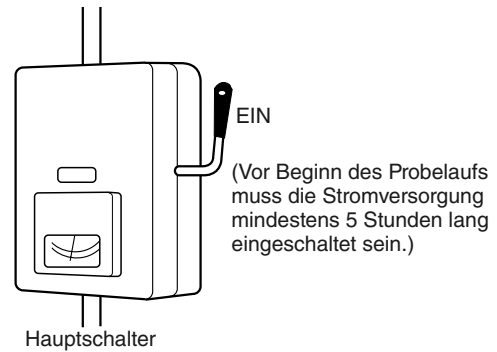

Abb. 10-1
- (1) Alle Restmaterialien, insbesondere Metallspäne, Drahtstücke und Klammern, wurden aus dem Gehäuse entfernt.
- (2) Das Steuerkabel wurde korrekt angeschlossen, und alle elektrischen Anschlüsse sind fest verbunden.
- (3) Die Transportsicherungen des Inneneinheiten-Gebläses wurden entfernt. Wenn dies nicht der Fall ist, müssen sie nun entfernt werden.
- (4) Die Stromversorgung zur Einheit wurde mindestens 5 Stunden vor dem Starten des Kompressors eingeschaltet. Die Unterseite des Kompressors sollte sich erwärmt haben, und das Kurbelgehäuse-Heizelement in der Nähe der Kompressorstützen sollte sich heiß anfühlen. (Abb. 10-1)